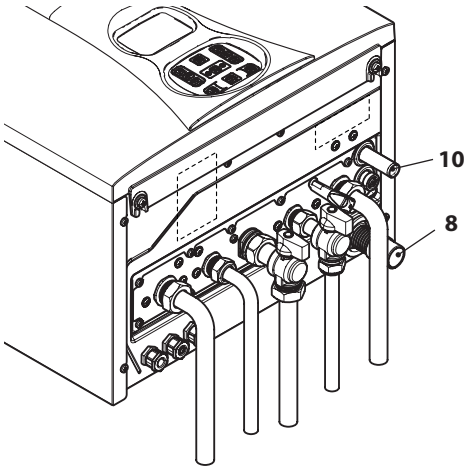

Figura 5.4
(Figura 5.4) ad un imbuto di scarico.
- Inserire il tubo flessibile di scarico condensa 8 (Figura 5.4) all'interno del condotto di scarico condensa domestico o nell'imbuto di scarico della valvola di sicurezza, qualora lo scarico sia idoneo a ricevere condensa acida.